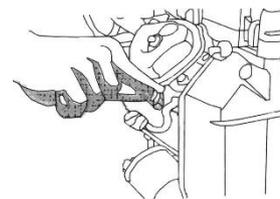

Fig. 25
- 5) Lorsque la bougie d'allumage est en place, tournez-la à l'aide d'une clé à bougie et d'un joint d'impact (Fig. 25) .